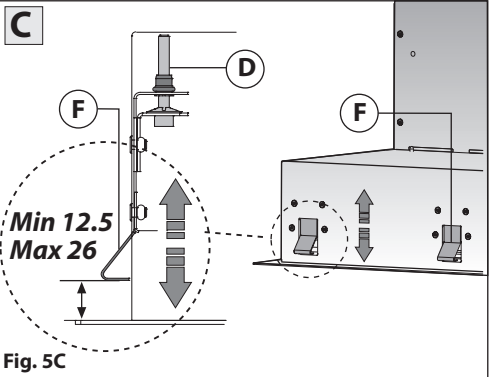

Fig. 5C
3. Fare attenzione che lo spessore del pensile rientri nelle quote indicate in **Fig.5C**.